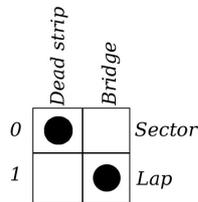

Figura 32: ponte Ds sensore di settore, banda morta sensore di fine giro.
Affinché il ponte DS venga interpretato dalla *Track Interface* come sensore di fine giro e la banda morta come sensore di settore, è necessario settare il doppio *switch* (5) come mostrato nella figura 32.